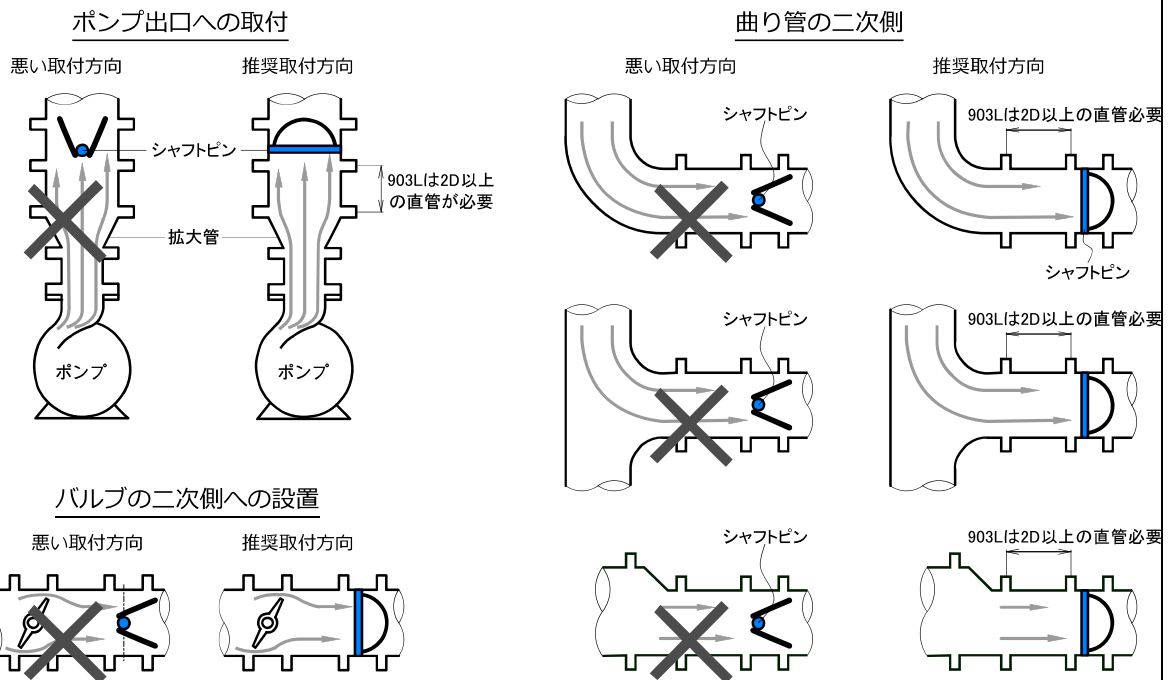
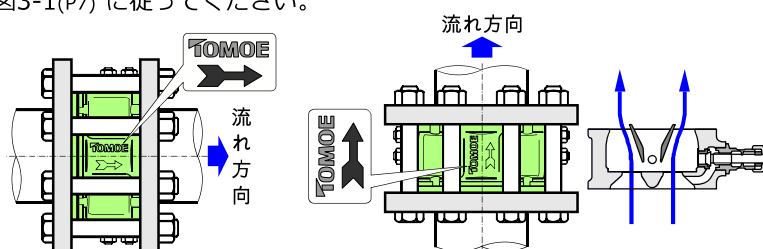
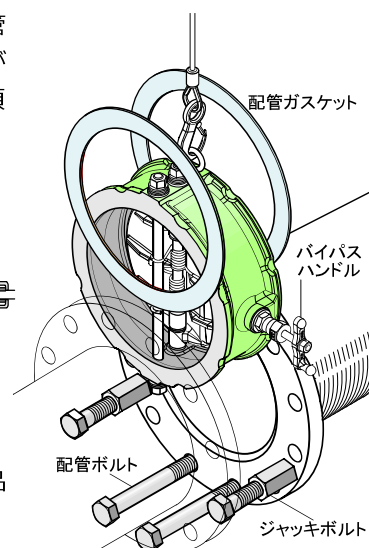

図 3-1
図9
図10
- ④ 本製品を拡大管や曲がり管 (エルボ、ティー) の二次側に配管する場合は、入口側に配管径の 2 倍以上の長さの直管を確保してください。
- ⑤ 図 3-1 のように本製品のシャフトピンに対して左右均等な流速となるような姿勢に配管してください。配管姿勢は図 3-1, 3-2 に加えて 1.3 項(p3) をご確認ください。
- ⑧ 本製品に乗ることや、打撃による挿入は行わないでください。
- ⑨ ゴムシートには溶剤が付着しないようにしてください、EPDM には油も付着しないように注意してください、油分の付着によりゴムが膨潤して破損する恐れがあります。
- ① 本製品を配管した状態での溶接は絶対に行わないでください。また配管フランジの溶接後すぐに本製品を取り付けた場合、ゴムシートやOリングが熱損傷し重大な影響が発生します。素手で触れる程度まで温度が低下してから溶接スパッタやバリを取り除いて配管してください。
- ② 図9のように流体の流れ方向と本製品の矢印方向が一致するように配管してください。水平配管の場合は図10のようにバイパスハンドル軸が水平となる向きに配管してください。他の配管方向制約は3.3.1項 図3-1(P7) に従ってください。
- ③ 水平配管の場合、下部の2か所（図10）に配管ボルトを差込み、本製品の落ち止めをしてください。
- ④ ジャッキボルトを図10のように2個セットし、フランジ間の距離を拡大してください。フランジ間距離はバルブ面間より8~12mm 程度押し広げた状態にしてください。（面間寸法は7項(P15) を参照してください）
- ⑤ 流れ方向と本製品本体の矢印を再確認の上、本製品のフランジ面を損なわないように挿入します。フランジ間に無理に押し込むとシール面が傷つき、漏れの原因となります。（図10）